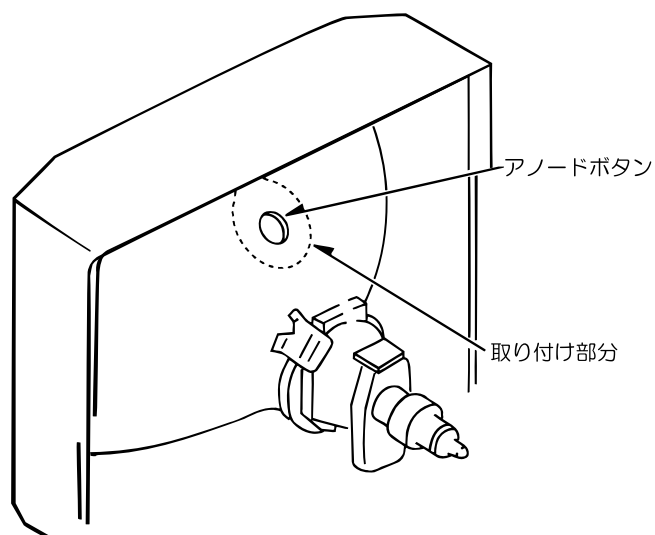

Fig. 3-2
- (1) アルコール等を少量含ませた綺麗な布で取り付け部分を拭く。(Fig. 3-2参照)
- (2) 指定されたシリコングリス (KS-650Nを使用)を適量だけ円周方向に塗布する。(Fig. 3-2参照)